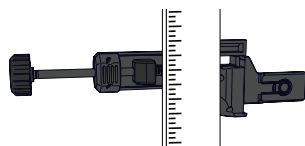

Figure 24
2. Placer une mire de nivellement dans l'ouverture sur l'arrière du dispositif de serrage. (Figure 24)